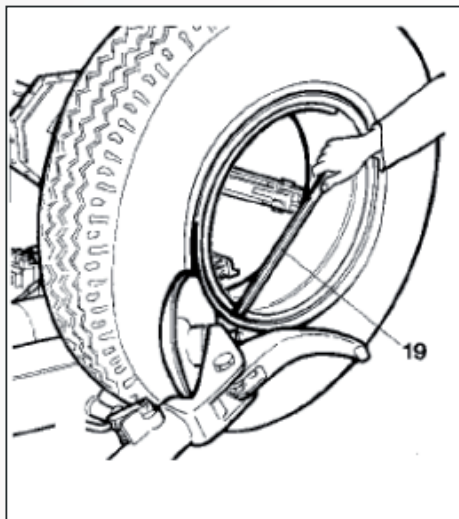

Рисунок 30
6) Повторите процедуру, но на этот раз устанавливайте диск к разъемному кольцу (см. рис.30), чтобы освободить стопорное кольцо.